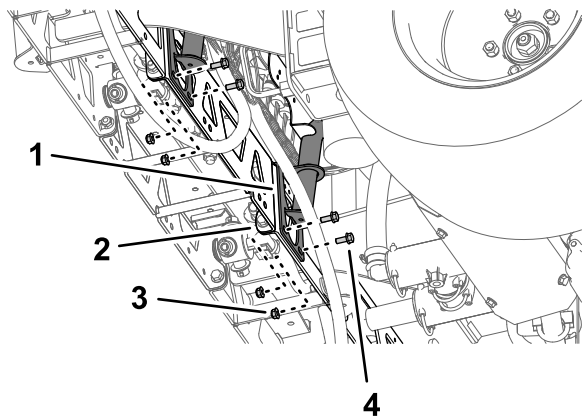
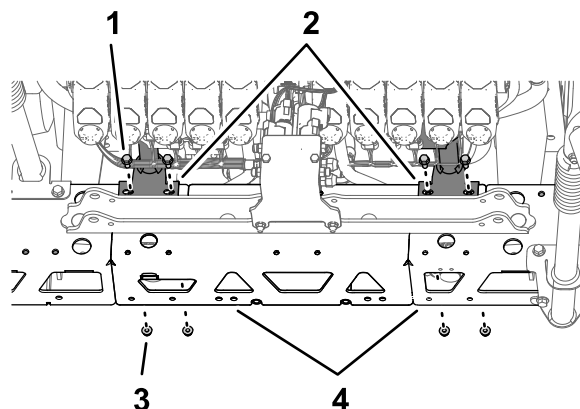

Рисунок 109
Рисунок 110
2. Совместите отверстия в монтажном кронштейне опоры крепления клапанов с отверстиями в ферменной раме средней секции опрыскивателя (Рисунок 109).
3. Установите опору крепления клапанов на ферменную раму (Рисунок 109 и Рисунок 110) при помощи 4 болтов (5/16 x 3/4 дюйма) и 4 фланцевых контргаек (5/16 дюйма).